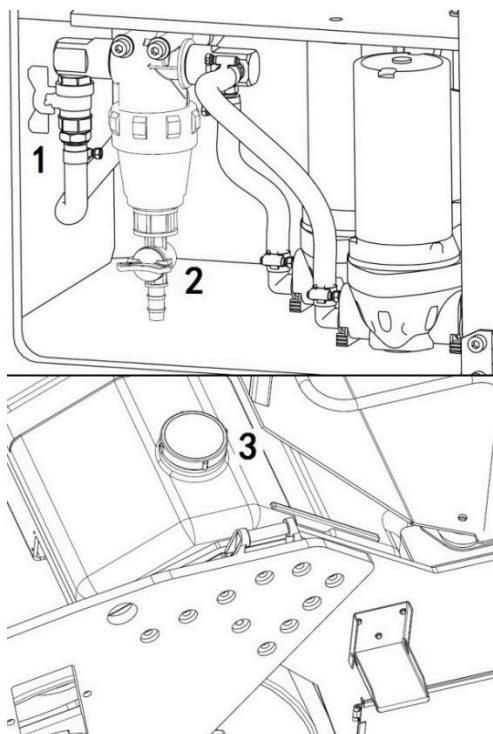

Рис. 3-35 Система водораспыления
2. Очистка водяного бака водой (Рис. 3-35)